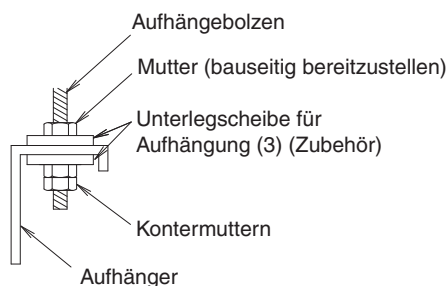

Abb. 10
- (1) Befestigen Sie die Aufhängung am Aufhängebolzen. (Siehe Abb. 10)